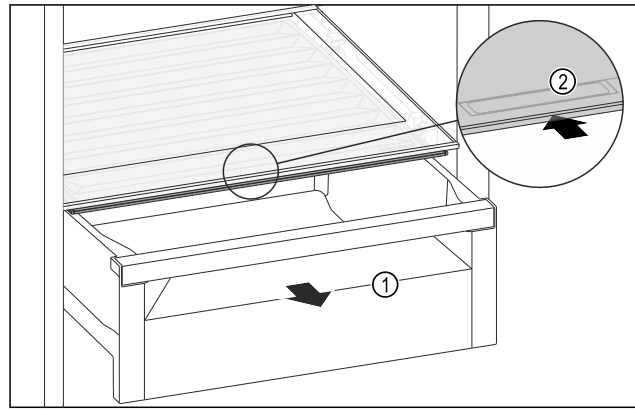

Fig. 111
- Schubfach Fig. 111 (1) herausziehen.
- Griffmulde Fig. 111 (2) am Fachdeckel anfassend und Fachdeckel gleichzeitig nach hinten schieben.